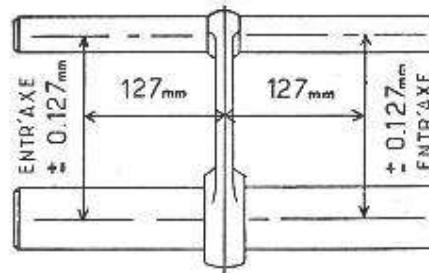

Fig. 14. — Vérification d'une bille (tolérance de parallélisme des axes).
• Vérifier le parallélisme des axes de poulie et tête de bielle, comme indiqué sur la figure 14, ainsi que la torsion (voir les tolérances au chapitre CARACTÉRISTIQUES).